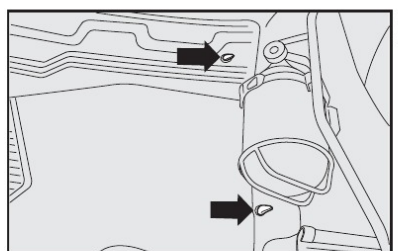

fig. 3
**Verifique que os tapetes estejam sempre estendidos e bem posicionados. Observe a localização correta em cada unidade e seu respectivo posicionamento. O sistema dispõe de presilhas de fixação fig. 3 para auxiliar na sua retenção no assoalho. A disposição indevida, ou o uso de um tapete não homologado, pode se tornar um obstáculo ao acionamento dos pedais. Utilize, exclusivamente, tapetes originais e/ou homologados pela FIAT, evitando materiais não autorizados.**